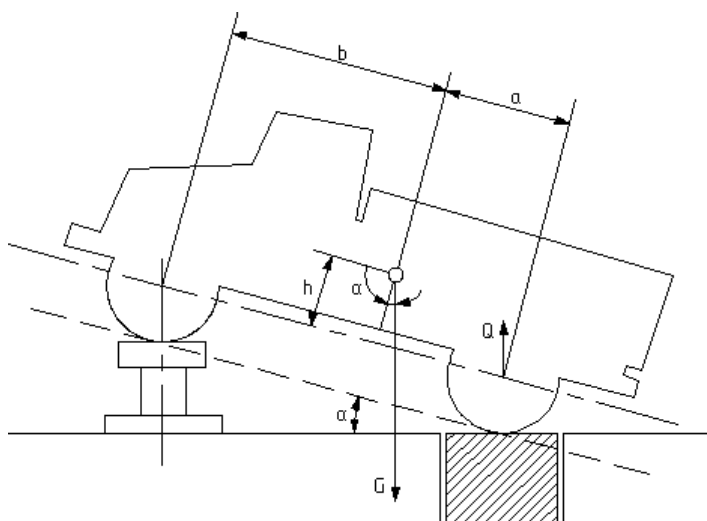

Рис. 2. Определение координат центра тяжести автомобиля.
35. Определить высоту центра тяжести автомобиля по следующим данным: вес, приходящийся на задние колеса, $G_2=2000\text{ кг}$; расстояние от центра тяжести до передней оси $b=2\text{ м}$; рабочий радиус колеса $r_k=0,5\text{ м}$. При взвешивании автомобиля (рис. 2) угол подъёма передка был равен $\alpha=14^\circ$ и нагрузка на задние колеса при поднятом передке составляла $Q=2150\text{ кг}$.